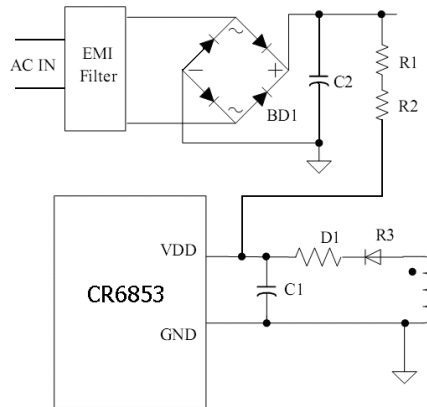

图 1.2.2 整流滤波后启动
- 2) 整流滤波后启动的方式, 其启动电路见图 1.2.2 所示;